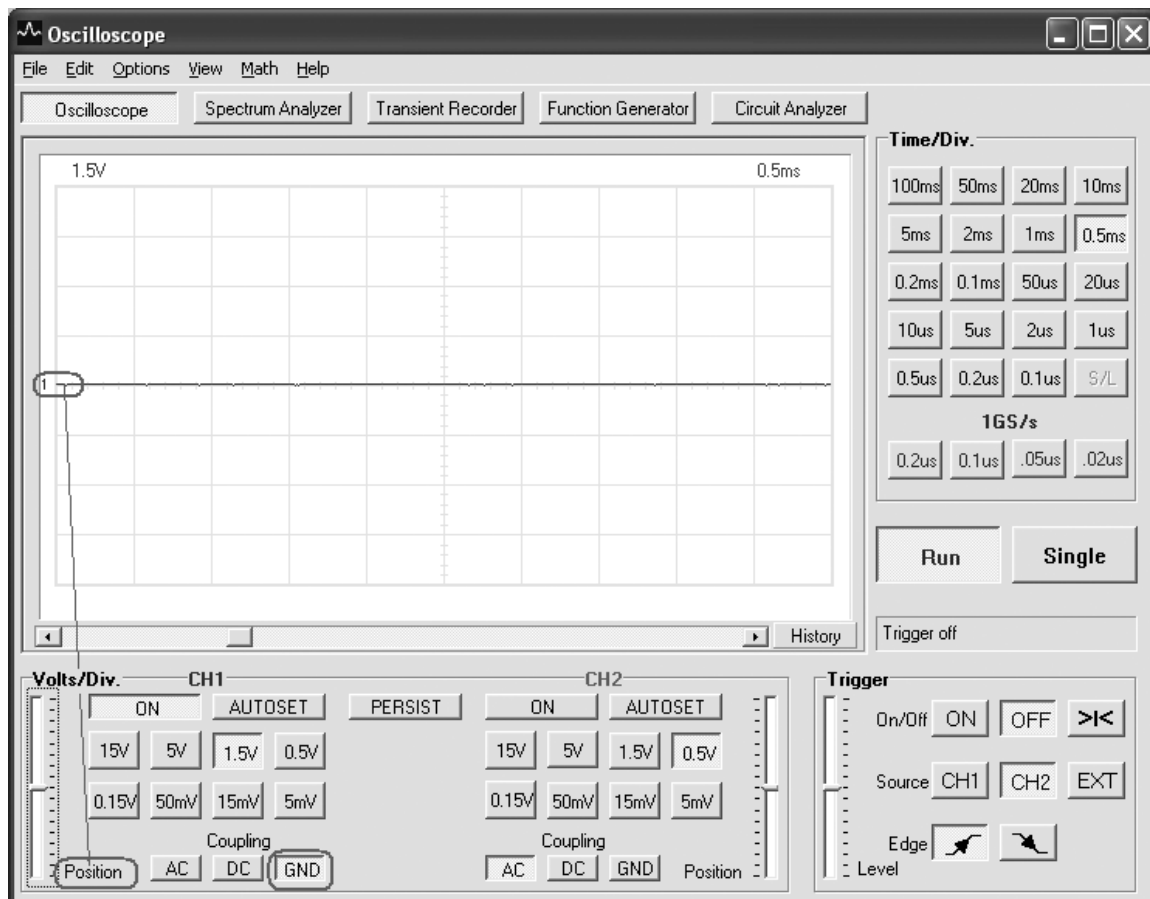

FIGURA A.3 Impostazione della posizione corrispondente a 0 V a metà dell'asse Y.
- AC: sull'ingresso dell'oscilloscopio, internamente, viene inserito un condensatore che blocca una eventuale componente continua (DC) sovrapposta al segnale variabile (AC); è la scelta che viene normalmente utilizzata per visualizzare segnali sinusoidali o derivati da segnali sinusoidali; questa scelta viene spesso segnalata sullo schermo dell'oscilloscopio con il simbolo \sim (tilde); non è adatta per la visualizzazione di segnali con frequenza inferiore a circa 20 Hz;
- DC: il segnale viene prelevato dall'oscilloscopio così com'è; è necessario scegliere questa posizione quando si misurano tensioni continue (DC) o segnali di cui interessa valutare anche il valor medio, come i segnali impulsivi o le onde quadre unipolari;
- GND (ground): l'ingresso viene messo a terra; la tensione di ingresso è quindi nulla; è utilizzato in fase di taratura dell'oscilloscopio, in quanto consente di posizionare con precisione la traccia del canale nella posizione che si desidera corrisponda al valore 0 V, per esempio a metà dell'asse Y (FIGURA A.3), agendo sul cursore o sulla manopola Y position.
traccia sia esattamente sull'asse orizzontale, in modo da definire con precisione il livello 0 V (FIGURA A.3);